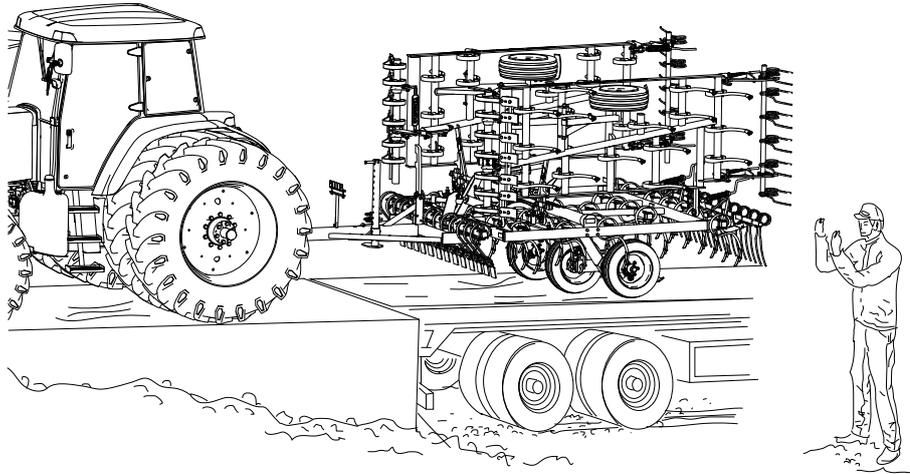

Рис. 2.3
3. Скатайте машину с транспортного средства. В случае использования, например, грузовой платформы потребуется пандус, погрузочная платформа или аналогичные средства. Будьте крайне осторожны и следите за тем, чтобы при выгрузке не были повреждены никакие части машины. См. также “Рис. 2.3”.